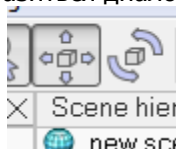

Рисунок 9 – Кнопка включения режима перемещения объектов
8. Переключиться в режим перемещения объектов с помощью кнопки на панели инструментов (рисунок 9) или с помощью сочетания клавиш Ctrl + E (данное сочетание клавиш циклично переключает режимы перемещения камеры, перемещения объекта и вращения объекта). На экране должен отобразиться диалог позиции/перемещения объекта.